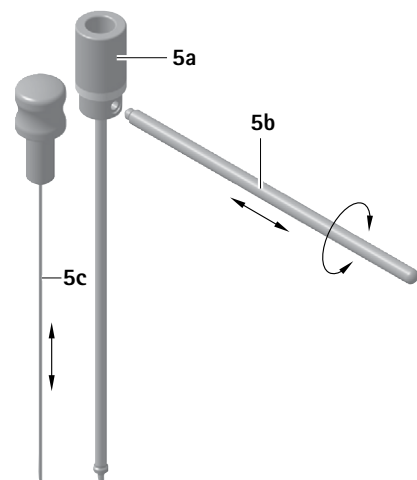

Fig. 1
- Inserire lo spintore di inserimento **5c** nel tubo puntatore **5a**, vedere Fig. 1.